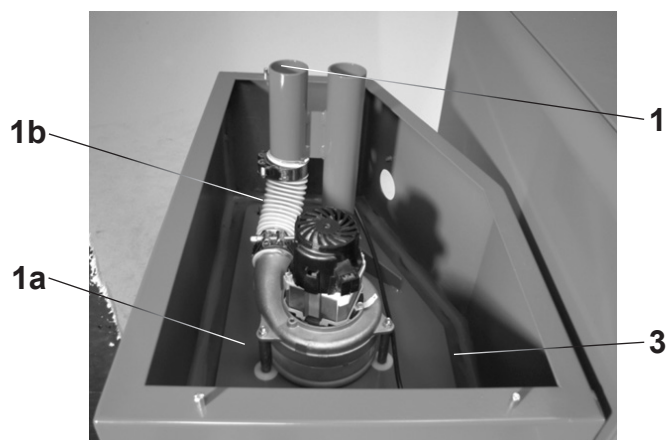

Fig. 14
1. Desserrez les écrous à oreilles, démontez les conduits d'alimentation (1, Fig. 14) et le module d'aspiration (1a, Fig. 14). Contrôlez la présence de fissures du tuyau (1b, Fig. 14).
3. Contrôlez et nettoyez le joint entre le module d'aspiration et le réservoir à granulés (3, Fig. 14).